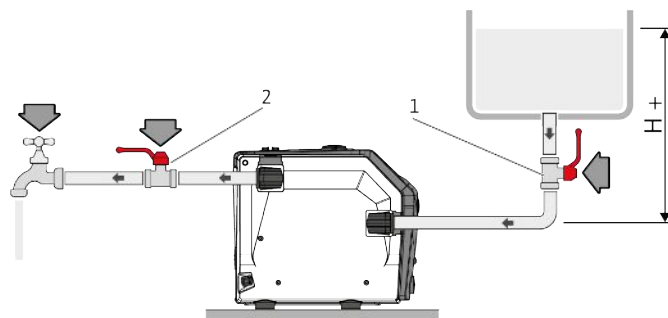
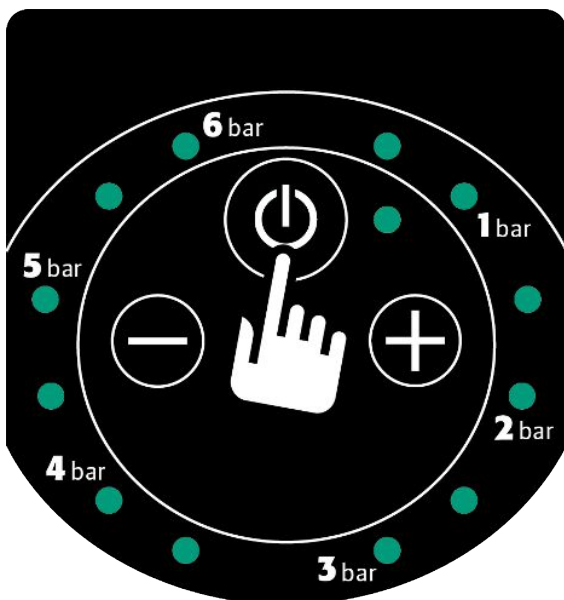

Fig. 8: Provoz se zatížením
Fig. 11: Ovládací tlačítko zap/vyp
1. Když je produkt instalován v režimu se zatížením (Fig. 8), jednou stisknete ovládací tlačítko zap/vyp (Fig. 11).
2. Na ovládacím panelu stisknete ovládací tlačítko „zap/vyp“ (Fig. 11).